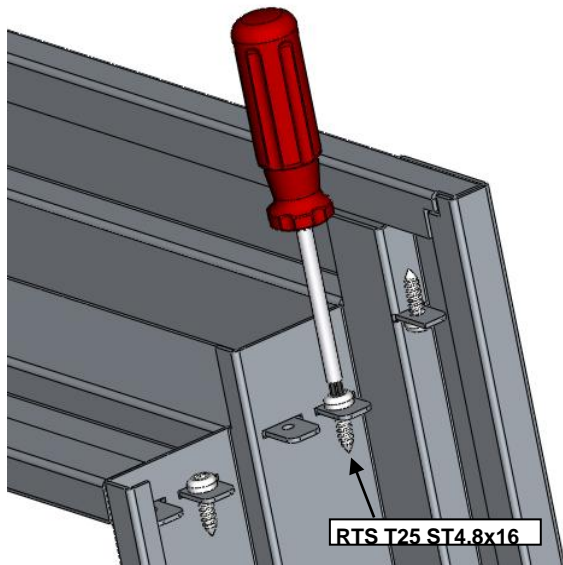
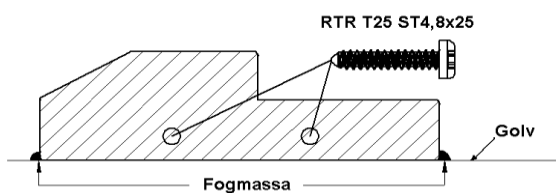

Fig. 1
Fig. 7
1. Om karmen är levererad i delar, skruva samman de lösa karm- och foderdelarna med skruv nr.4 **RTS T25 ST4,8x16**. Se fig 1. Trösklar fästs med skruv nr.3 **RTR T25 ST4,8x25**, genom de förstansade hålen i sidan. Plåtbeklädd tröskel måste förborras med Ø4mm borrhål. Se fig 7.
. Se fig 7.